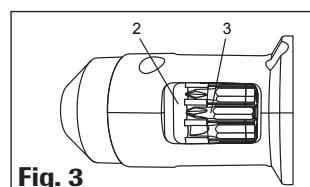

Fig. 3
2. Rotiți tamburul cu bituri (2) până la bitul dorit (3). Dacă ați ales bitul corect vedeți în fereastra de mărire. (Fig. 3)